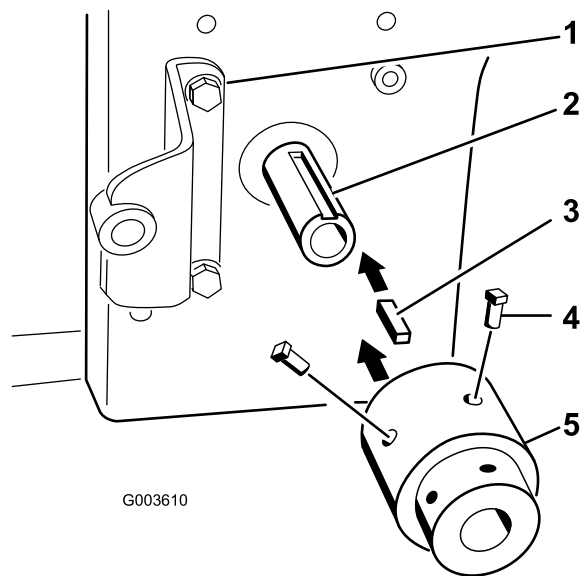

Figura 20
6. Inserite la chiave quadra (1/4" x 1") nell'intaglio dell'albero della presa di forza del motore (Figura 20).
7. Allineate il gruppo mozzo con la chiave quadra e montatelo sull'albero della PDF (presa di forza) del motore (Figura 20).
8. Applicate il frenafili rimovibile alle 2 viti di fermo (5/16" x 3/4") e avvitatele nel gruppo mozzo per fissarlo all'albero della presa di forza (Figura 20).